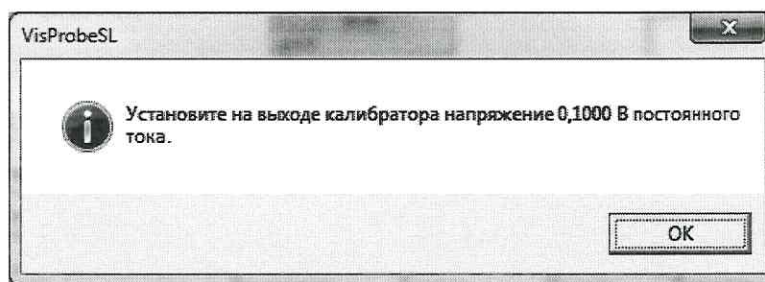

Рисунок 8 – Окно контроля выполнения операции
10.1.3 Нажать кнопку «измерить», появится окно контроля выполнения операции (Рисунок 8). Проверить правильность запрашиваемых параметров и нажать кнопку «ОК».